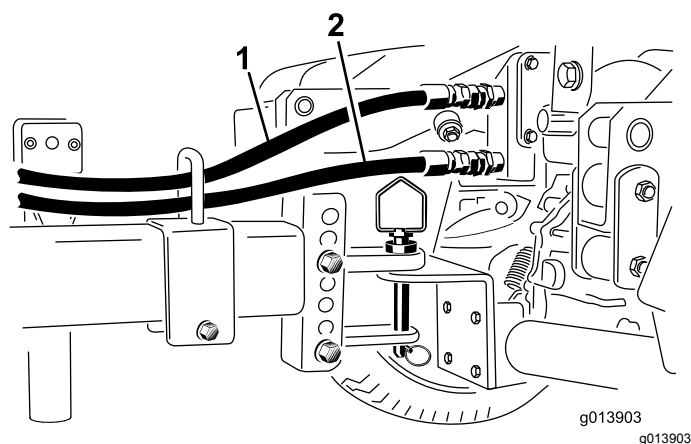

Рисунок 28
3. Вставьте быстроразъемный штуцер возвратного шланга (шланга, на котором прикреплена наклейка со стрелкой) в верхний быстроразъемный штуцер автомобиля (Рисунок 28).
4. Вставьте быстроразъемный штуцер напорного шланга в нижний быстроразъемный штуцер автомобиля (Рисунок 28).